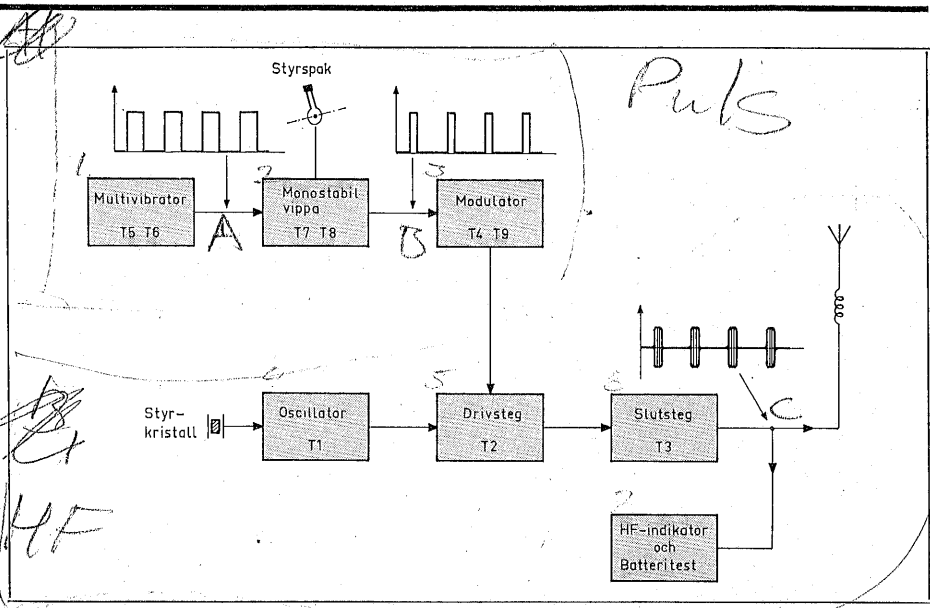

Fig 1. Sändarens blockschema.
■ ■ Blockschemat över sändaren, som består av pulsdelen och HF-del, visas i fig. 1. I den osymmetriska multivibratortorn alstras ett pulståg med frekvensen 50 Hz (20 ms mellan pulserna). Pulserna får trigga en monostabil vippra, som ger en variabel pulslängd, 1—2 ms, vilken regleras av styspaken. 1,5 ms är pulslängden i neutralläget,  $\pm 0,5$  ms för ändlägena. Pulsdelen arbetar på stabiliserad spänning, 4,7 V.